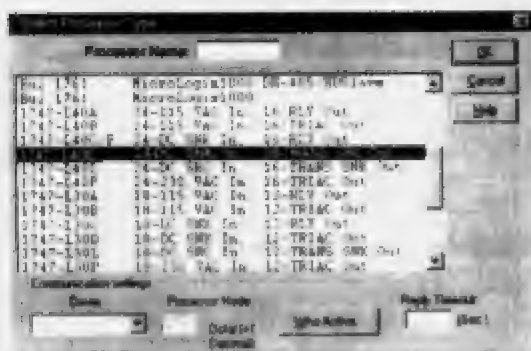

图 5-39 选择处理器窗口
- **选择处理器类型**——编程软件需要知道要与用户程序连接的处理器。选择处理器类型窗口(如图 5-39 所示),包含了 RSLogix 软件可以对其编程的不同处理器的一个列表,你只需滚动下拉列表,直到找到你正使用的处理器并选中它。